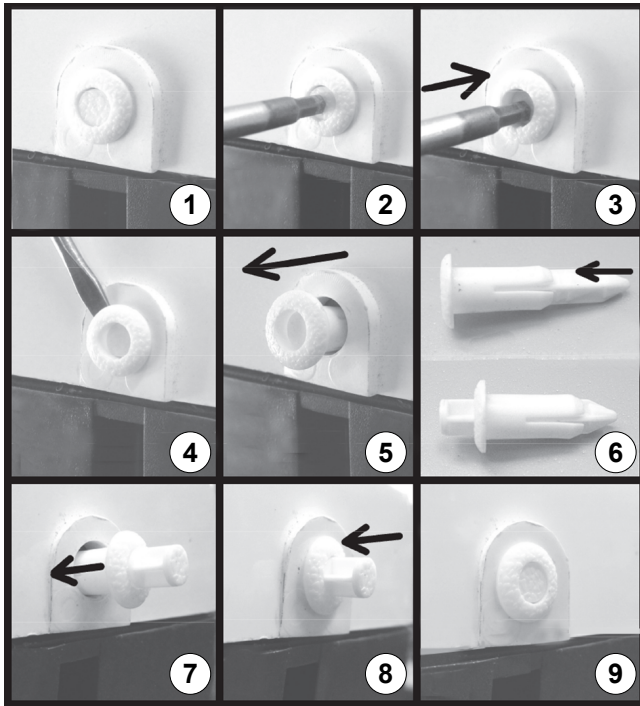

Fig. 18
- Dra ut nitarna som i "Fig. 18".
- Använd ett verktyg med platt huvud. Skjut nitens stift mot insidan ca 5 mm (ref. 1, 2 och 3). Dra ut niten från sätet (ref. 4 och 5).
- Sätt tillbaka niten genom att skjuta nitens stift mot utsidan ca 5 mm (ref. 6).
- Sätt in niten helt i sätet (ref. 7 och 8).
- Tryck slutligen på nitens stift så att den kommer i jämnhöjd med den utvändiga stommen (ref. 9).